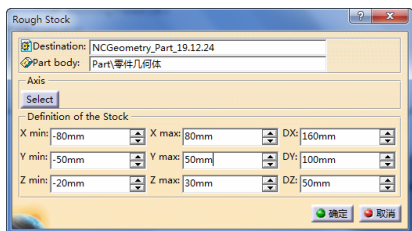

图 3-3 “Rough Stock”对话框(1)
2) 在图形区, 一个线框包围着整个零件, “Rough Stock”对话框(1)下部将显示毛坯尺寸, 编辑相关尺寸如图 3-3 所示。